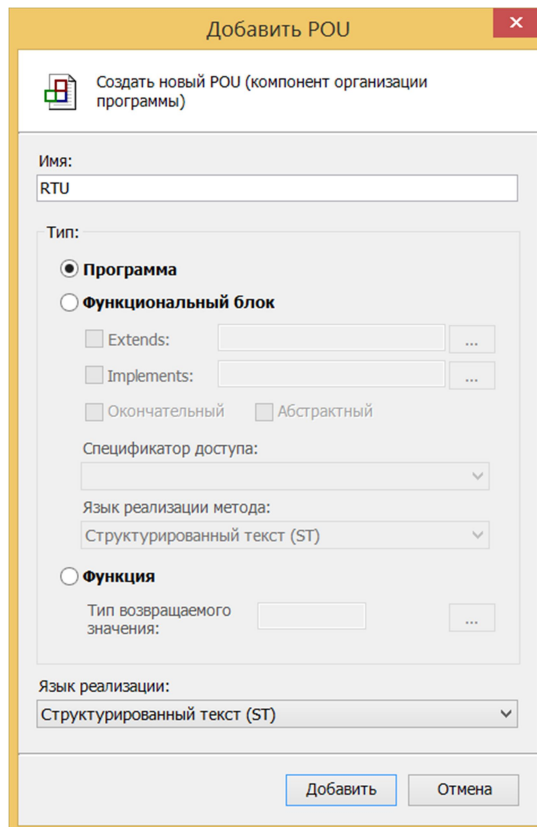

Рисунок 86 – Окно настроек добавления нового РОУ
В открывшемся окне «Добавить POU» выбираем тип «Программа», язык реализации «Структурированный текст (ST)» и даем имя RTU и жмем кнопку «Добавить» (рисунок 86)